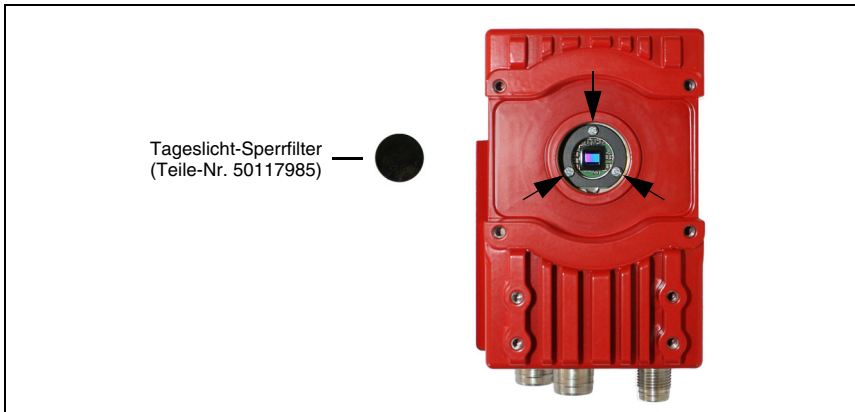

Bild 4.10: Filterwechsel bei C-Mount Geräten
- ↪ Lösen Sie die 3 Halteschrauben des Filterhalterings (Pfeile in Bild 4.10) und heben Sie den Haltering vorsichtig ab.